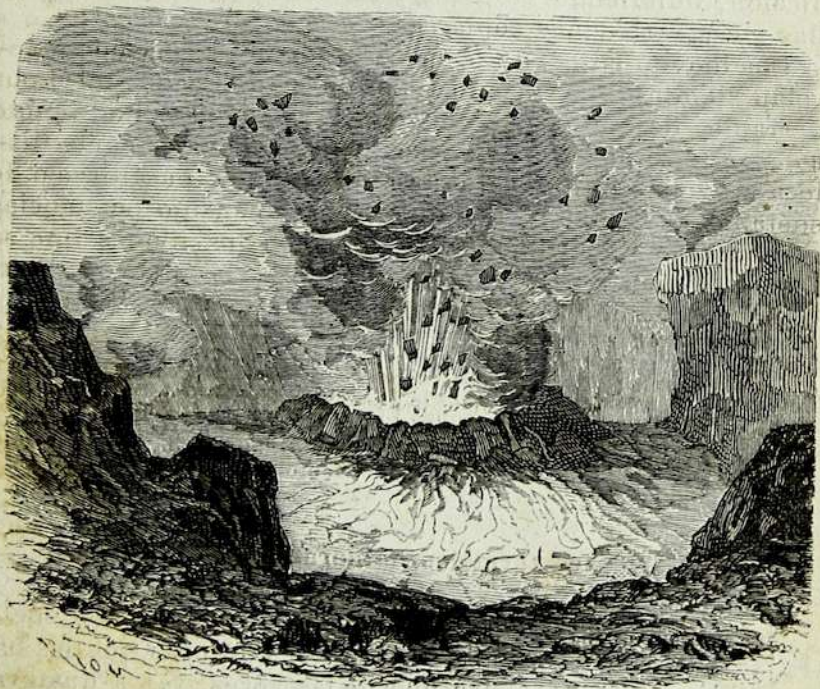

Fig. 19.
*Volcanes.* De todos los fenómenos que pasan en la superficie del globo, ninguno es tan majestuoso ni terrible como una erupción volcánica. Figurémonos una montaña vomitando llamas, torbellinos de humo, ceniza, polvo, lanzando piedras y rocas enormes á distancias prodigiosas, en medio de detonaciones subterráneas, truenos espantosos y un torrente de lluvia; la montaña vacilante hasta su base, con sus costados entreabiertos, dando paso á la lava, materia inflamada que corre á veces hasta el mar, cuyas aguas hace hervir: tal es un volcan (fig. 19).